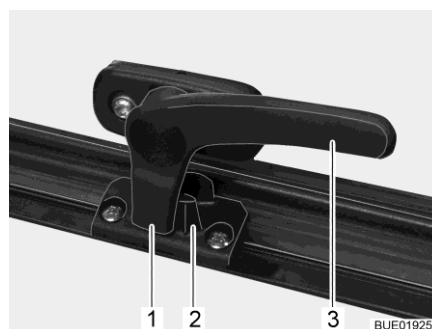

Bild 13 Verriegelungshebel in Stellung "geschlossen"
- Den Verriegelungshebel (Bild 13,3) eine viertel Umdrehung zur Fenstermitte hin drehen.
- Den Verriegelungshebel (Bild 13,3) eine viertel Umdrehung zum Fensterrahmen hin drehen. Die Verriegelungsnase (Bild 13,1) liegt auf der Innenseite der Fensterverriegelung (Bild 13,2).
- in Stellung "fest verschlossen" (Bild 13).